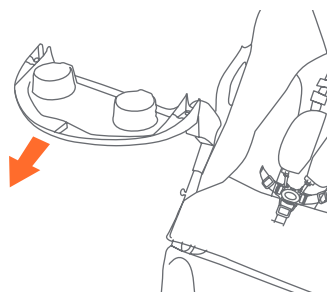

Fig. 11b
- Pour retirer le plateau enfant: Appuyez sur le bouton et pivoter le plateau à 180 degrés, puis tirez le plateau jusqu'à ce qu'il se libère (Fig. 11b).